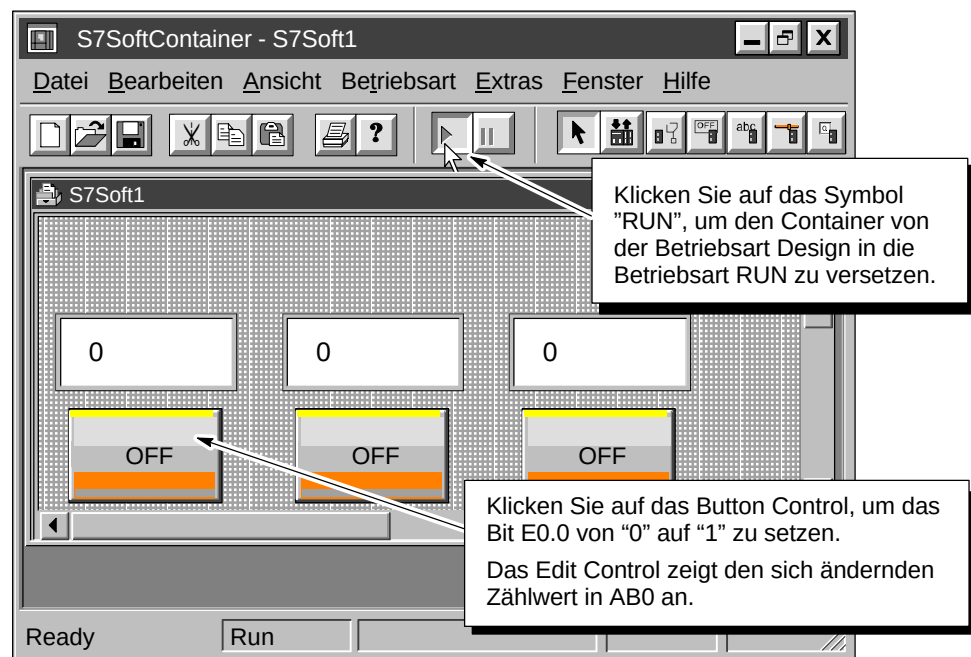

Bild 1-22 Versetzen des Containers in die Betriebsart RUN
1. Klicken Sie auf das Symbol "RUN" (oder wählen Sie den Menübefehl **Betriebsart > RUN**), um den Container von der Betriebsart Design in die Betriebsart RUN umzuschalten (siehe Bild 1-22).